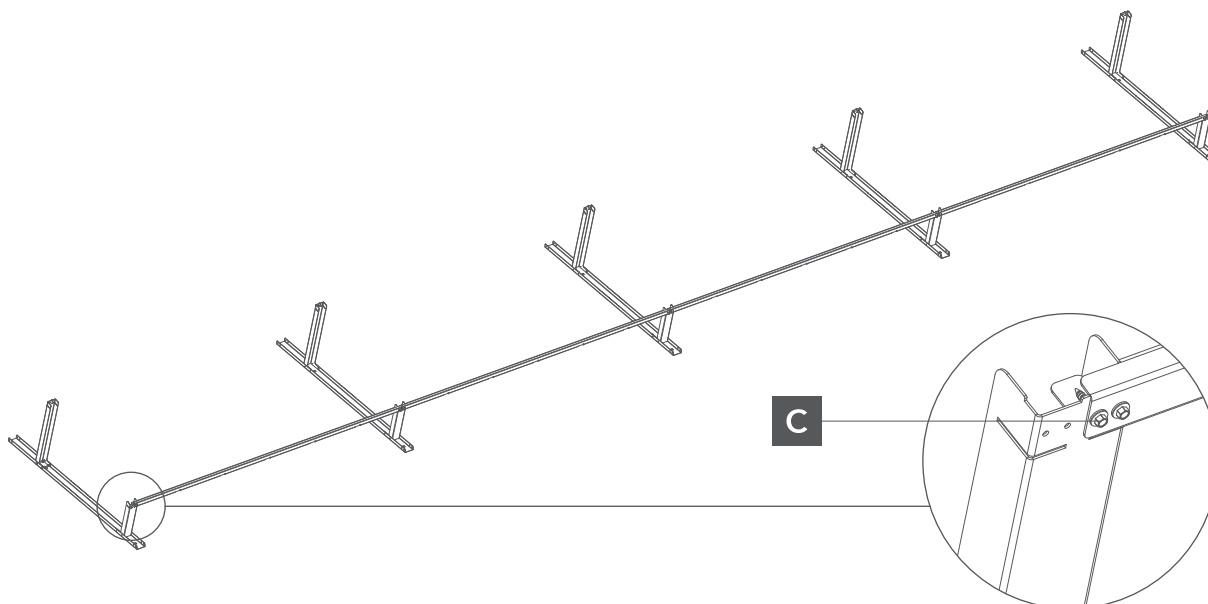

Rys. 1. Plan rozmieszczenia modułów
- 1** Przed przystąpieniem do montażu należy określić plan rozmieszczenia modułów (Rys. 1) oraz trójkątów montażowych (Rys. 2). Sposób mocowania konstrukcji montażowej do połaci dachu uzależniony jest od jego rodzaju i dobierany jest indywidualnie.